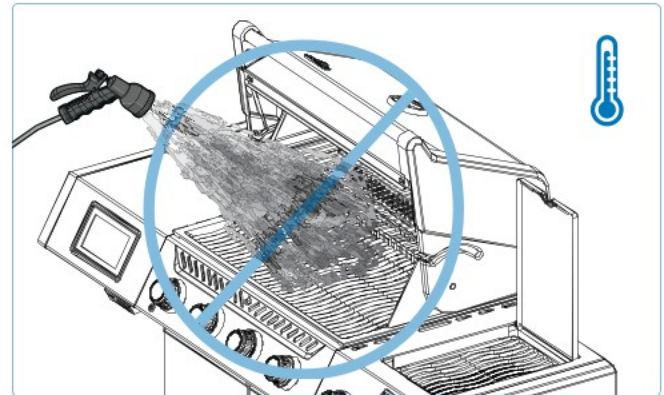

Abb. 20
1. Löschen Sie niemals eine Flamme oder kontrollieren Sie Aufflackern mit Wasser (**Abb. 20**).